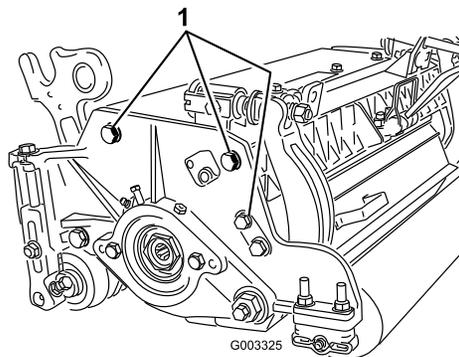

図 15
**注** リールと後ローラとの平行関係は、カッティングユニット全体の組み立て精度により保証されていますから、調整は不要です。ごくわずかな狂いを戻す調整は可能です。まず、定盤の上でサイドプレート組み付けボルトをゆるめます 図 15。各部の歪みを解放し、ボルトを締め付けます。ボルトは3745N・m(3.74.6kg・m = 2733ft-lb)にトルク締めします。